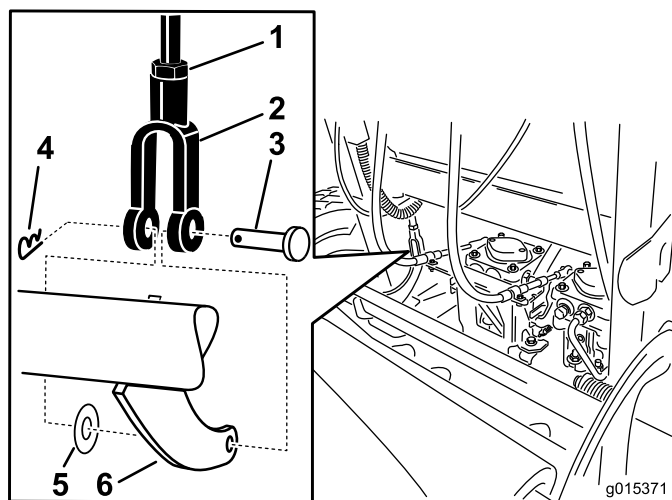

Figura 71
5. Para ajustar el freno, retire el pasador y el pasador de horquilla de la palanca de freno inferior y la horquilla (Figura 71).
6. Afloje la contratuerca (Figura 71).
7. Gire la horquilla. Para apretar el freno, gire la horquilla hacia arriba. Para aflojar el freno, gire la horquilla hacia abajo (Figura 71).
8. Fije la horquilla a la palanca de freno inferior con el pasador de horquilla y el pasador (Figura 71).
9. Apriete la contratuerca (Figura 71).